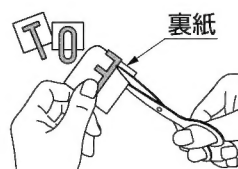

図3-2
② 文字に合わせて裏紙をハサミで5分の1程度切ってください。(図3-2参照)